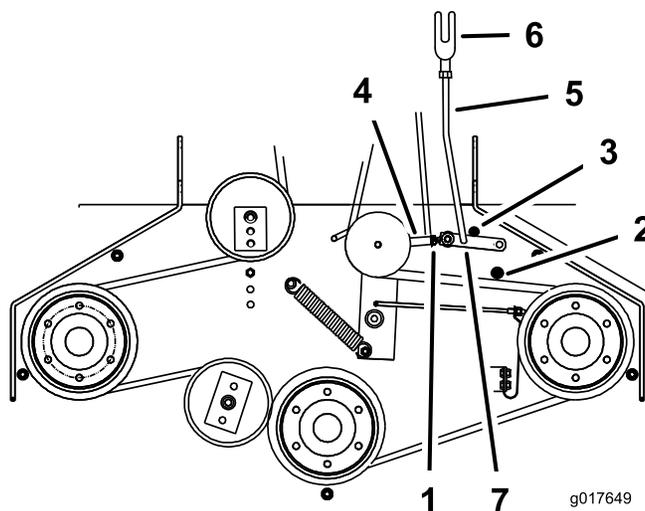

Figura 46
5. Asegúrese de que el brazo está en contacto con el tope trasero del brazo de la carcasa (Figura 46).
contacto con el tope, ajuste la palanca acodada para acercarla más al refuerzo (Figura 46).
8. Para ajustar la varilla de conexión del brazo auxiliar, retire el pasador de horquilla del brazo auxiliar (Figura 46).
11. Instale la varilla de conexión en el brazo auxiliar y sujétela con el pasador de horquilla (Figura 46).